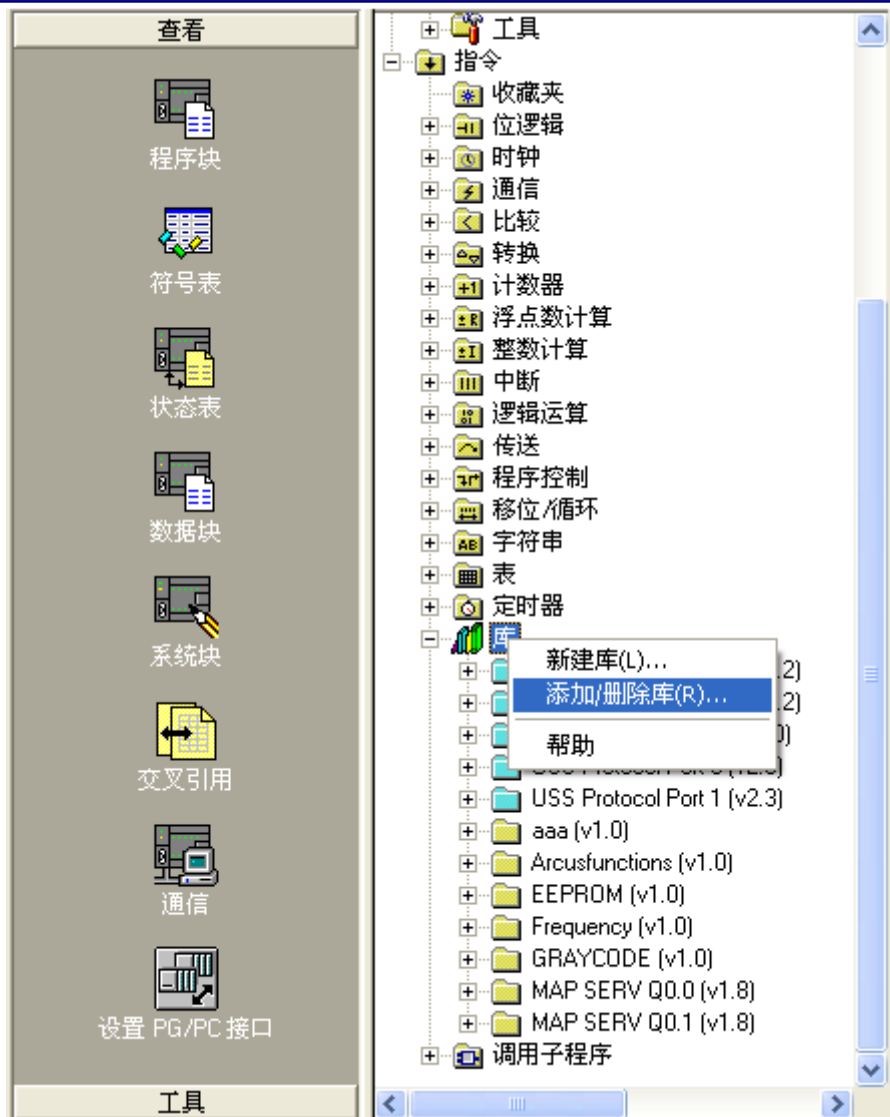

图 21
- 3) 重新打开一个项目（在源项目打开时，无法添加该库），右键单击“库”，选择“添加/删除库”，如图 21。